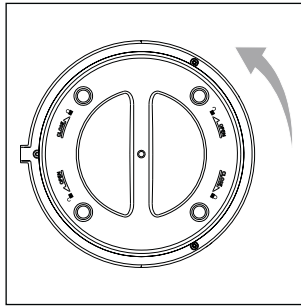

Fig. 3
3. Gire la tapa de la carcasa **9** de la parte inferior del aparato en sentido antihorario hacia la indicación **OPEN** para abrirla (consulte la fig. 3). Tras esto, retire la tapa de la carcasa **9** del aparato.